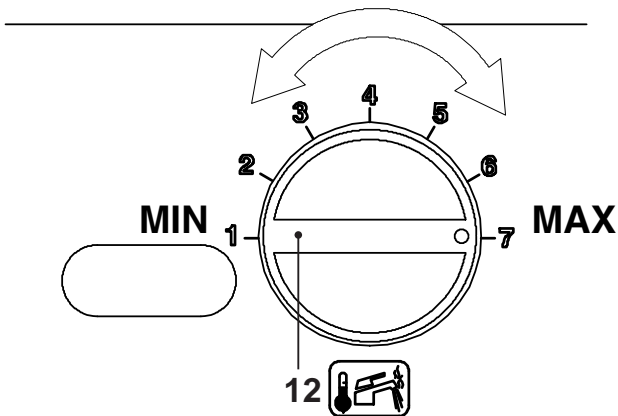

Fig. 9.15
- La potenza termica del riscaldamento può essere variata ruotando la manopola regolazione temperatura sanitaria 12 indicata in Fig. 9.15.